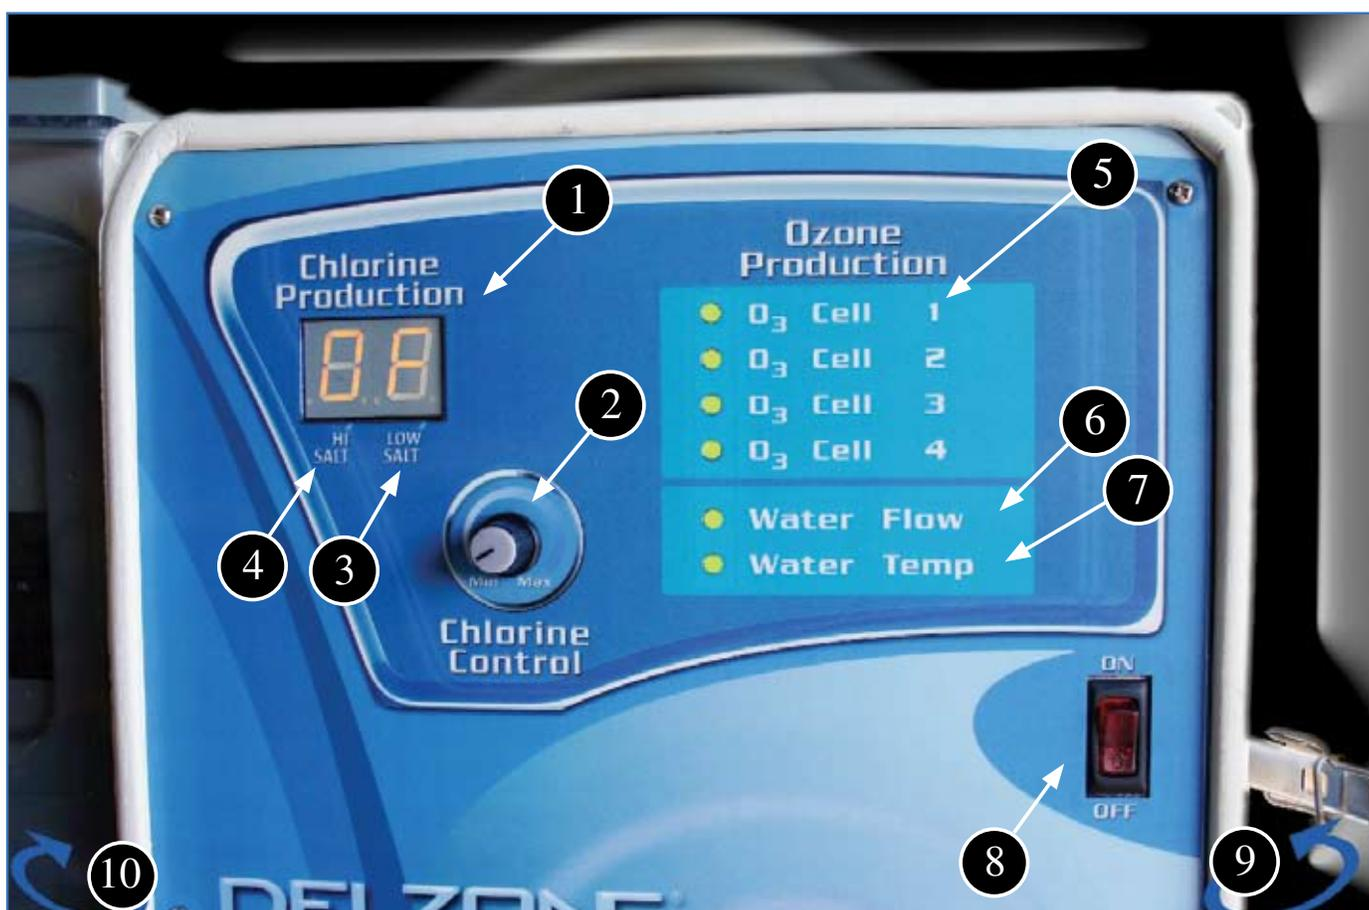

Figure 15
Étape 3 – Familiarisez-vous avec les commandes, les indicateurs et les caractéristiques du système TrioPure™. Pour cela, consultez la **Figure 15** ci-dessous (TrioPure-50 illustré).